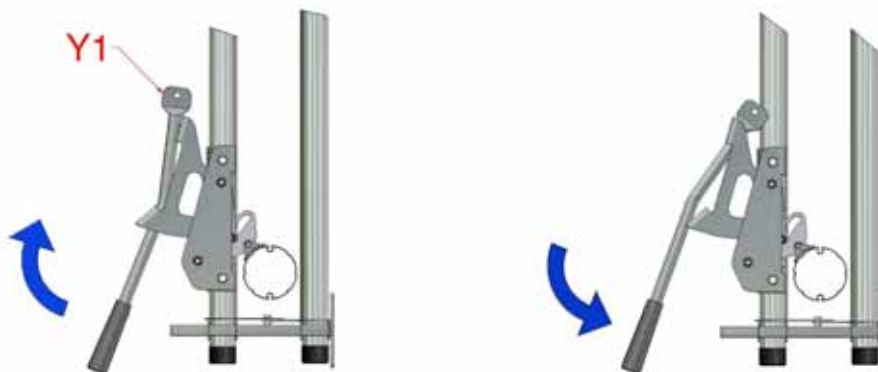

Abbildung 27: Handbetrieb der Sperrklinke
- 8.4 Wenn das Multibay-System über einer Barriere montiert wird, müssen die Sperrklinken von Hand mit Hilfe des Sperrklinkenhebels (Y1) betätigt werden, siehe Abbildung 27.